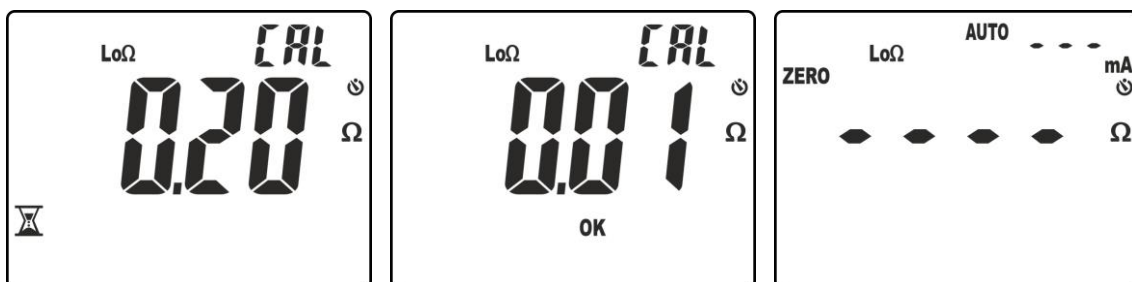

Fig. 33: Risultati azzeramento correttamente eseguito
4. Lo strumento esegue la prima misura rilevando la resistenza dei cavi di prova (vedere Fig. 33 – parte sinistra). Se tale valore compensato (ZERO) è **≤5.00Ω** lo mantiene
memorizzato ed esegue la successiva verifica eseguendo una seconda misura e facendo la differenza tra questo nuovo valore e quello compensato. Se tale valore risulta $\leq 0.01\Omega$ la calibrazione è confermata e il messaggio "OK" è mostrato a display (vedere Fig. 33 – parte centrale). Successivamente lo strumento torna alla videata di misura con messaggio "ZERO" presente a display a significare la presenza della compensazione dei cavi